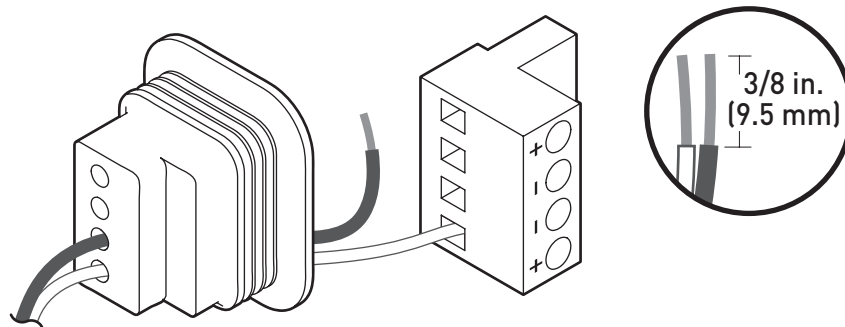

Fig. 3 / Fig. 3 / Abb. 3 / Fig. 3 / Fig. 3 / Fig. 3
**STEP 3:** Feed the conductors of cable through the weatherproof phoenix connector cover. Strip 3/8" of the speaker wire jacket, and terminate the positive (+) and negative (-) conductors into the removable phoenix connector located at the rear of the speaker. (Fig. 3)
**ÉTAPE 3 :** Faire passer les conducteurs du câble dans le couvercle résistant aux intempéries du connecteur Phoenix. Dénuder la gaine du fil de haut-parleur sur 3/8 po (1 cm), et connecter les conducteurs positif (+) et négatif (-) au connecteur Phoenix amovible situé à l'arrière du haut-parleur. (Fig. 3)
**SCHRITT 3:** Stecken Sie die Stromleiter der Kabel durch die wetterfeste Abdeckung des Phoenix-Steckers. Entfernen Sie 3/8 Inch (1 cm) von der Ummantelung des Lautsprecherkabels und klemmen Sie die positiven (+) und negativen (-) Leiter in den herausnehmbaren Phoenix-Stecker auf der Rückseite des Lautsprechers. (Abb. 3)
**PASSAGGIO 3:** posare i conduttori del cavo attraverso la copertura del connettore stagno Phoenix. Scoprire di 3/8 poll. (1 cm) il cavo del diffusore e inserire i conduttori positivo (+) e negativo (-) nel connettore rimovibile Phoenix, posizionato sul retro del diffusore. (Fig. 3)
**PASSO 3:** Alimente os condutores do cabo através da cobertura à prova de intempéries do conector Phoenix. Descarne cerca de 3/8" (1 cm) do revestimento do fio de coluna, e aplique as terminações dos condutores positivos (+) e negativos (-) no conector Phoenix amovível localizado na traseira da coluna. (Fig. 3)
**PASSO 3:** pase los conductores del cable por la cubierta impermeable del conector phoenix. Pele 3/8" (1 cm) de cable, e introduzca los conductores positivo (+) y negativo (-) en el conector phoenix extraible ubicado en la parte trasera del altavoz. (Fig. 3)